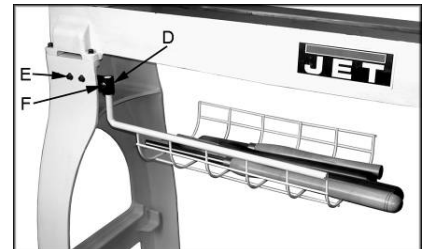

Fig 2
Montieren Sie die Halterung (D, Fig 2) am linken Ständerfuß mittels 2 Schrauben (E), Scheiben und Muttern.